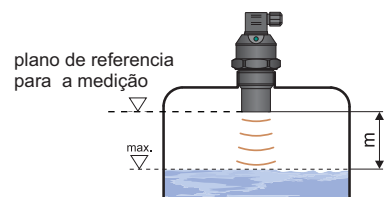

Fig. 2: Zona cega do dispositivo
- Em conformidade com o princípio de medição, não é possível avaliar quaisquer sinais refletidos abaixo do dispositivo (zona morta). A zona morta (Fig. 2) determina a distância mínima possível entre o dispositivo e o nível mais alto. As distâncias mínimas para o meio estão listadas no capítulo "Especificações técnicas".